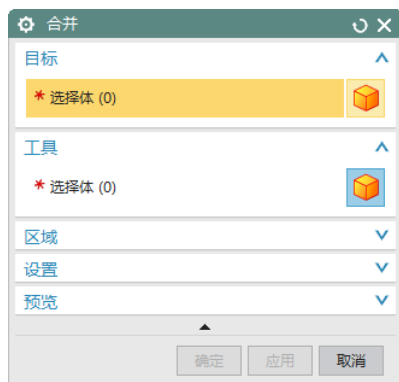

图 4-144 “求和”对话框
(1) 选择“菜单(M)”→“插入(S)”→“组合(B)”→“合并(U)...”, 或者单击“主页”选项卡“特征”面组上“更多”库下的“合并”按钮 , 打开如图 4-144 所示“求和”对话框。